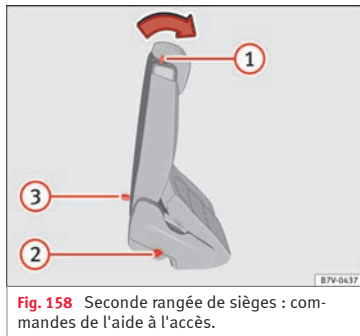

Fig. 158 Seconde rangée de sièges : commandes de l'aide à l'accès.
- Retirez les éventuels objets se trouvant sur le plancher de la seconde rangée de sièges » ❶.
- Poussez le levier » fig. 158 ❶ vers l'avant et rabattez le dossier du siège arrière. Ce siège se rabat complètement vers l'avant » ❷ et il est également possible de le déplacer plus vers l'avant.
- Entrer dans le véhicule et en sortir prudemment » ❸.
- Relevez le dossier du siège arrière en position verticale. L'ensemble du siège se redresse vers l'arrière » ❸.
- Le siège arrière doit être correctement encasté pour que les ceintures de sécurité des places arrière puissent assurer leur fonction protectrice. Le marquage rouge » fig. 158 ❹
Si le levier » **fig. 158**  ne fonctionne pas, par exemple, après un accident, il est possible de rabattre vers l'avant les sièges de la deuxième rangée depuis la troisième, afin de faciliter la sortie depuis cette dernière » .
- Tirez la poignée » **fig. 158**  vers l'arrière et rabattez le dossier du siège arrière. La banquette complète se rabat vers l'avant » .
- Un marquage rouge sur le côté du siège » **fig. 158**  prévient que le dossier n'est pas encastrent. Lorsque le dossier s'encastre correctement, le marquage est invisible.